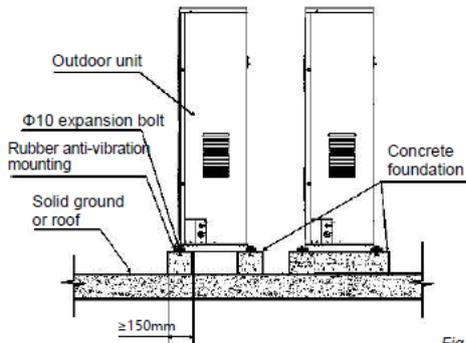

Fig. 4-6
- ① L'unité extérieure ne tombera pas
- ② L'unité extérieure ne produira pas de bruits anormaux causés par un mauvais socle.
- ① Socle à cadre d'acier
- ② Socle en béton (Voir Fig.4-6 pour la pratique commune).